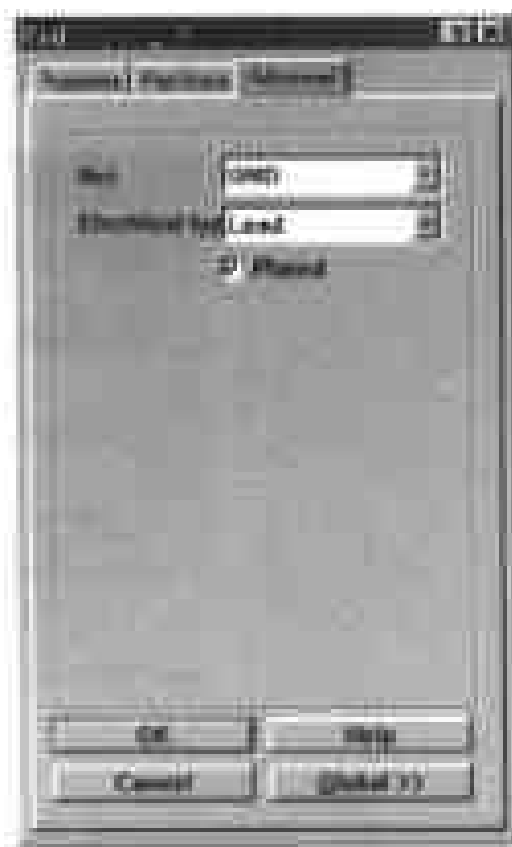

图 8-44 设置焊盘属性的对话框
(8) 在电路板中单击元件序号 P4,按住鼠标左键,则鼠标箭头变为十字光标,移动十字光标,则元件序号也随着移动,将元件序号放在电路板中的适当位置,释放鼠标左键,完成元件序号的调整。
(9) 在图纸中双击该元件第 1 引脚的焊盘,弹出如图 8-44 所示的对话框,供用户设置此焊盘的属性。